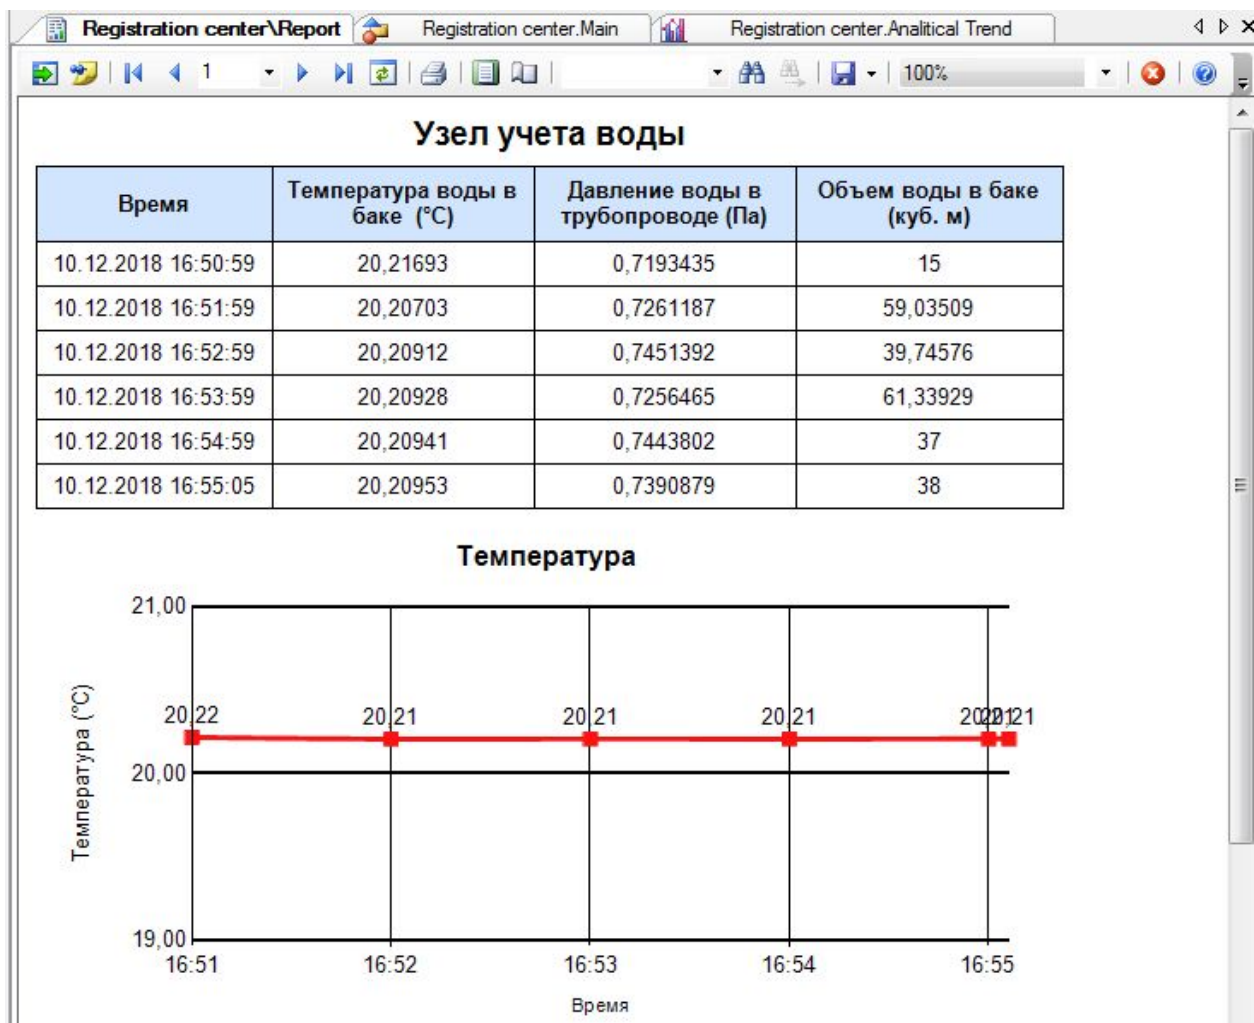

Рисунок 2.45 – Просмотр отчета в Среде разработки
- 1 Щелкните по иконке сохранения файла на панели инструментов (рисунок 2.45)